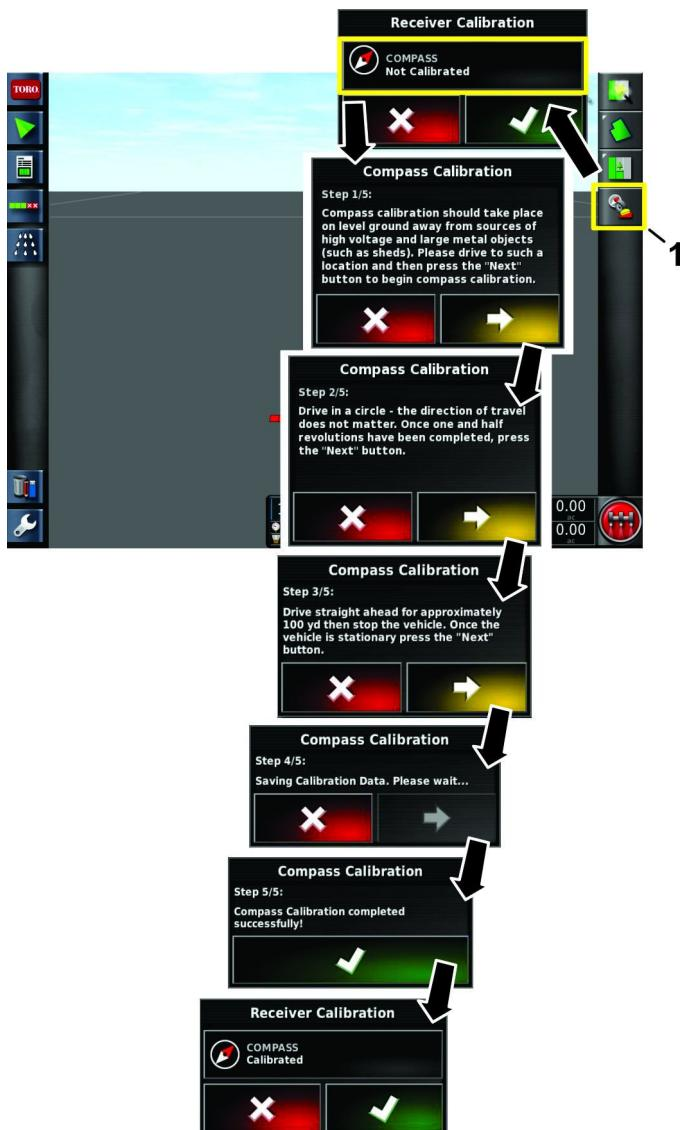

Рисунок 73
- Выберите значок калибровки приемника (Рисунок 73).
- Выберите значок компаса (Рисунок 73).
- Нажмите стрелку «Далее» (Рисунок 73).
- Подтвердите калибровку (Рисунок 73).